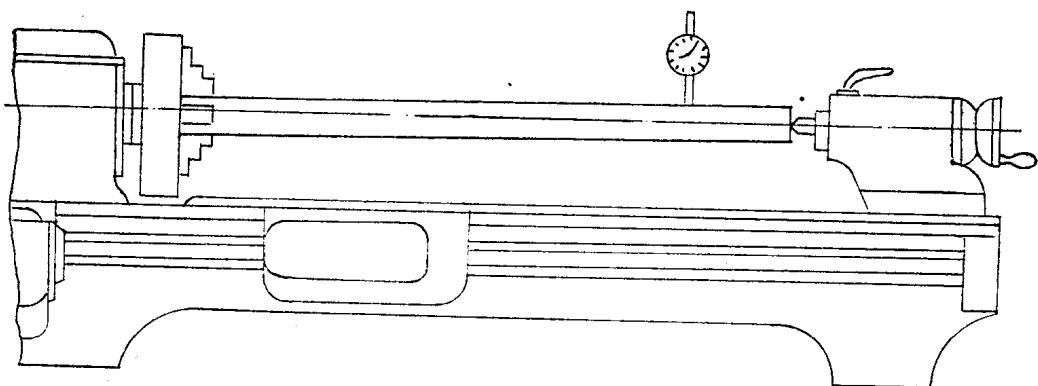

图 4
1. 使主轴中心线与导轨平行，需调整尾座。检查方法：以C620车床为例，可采用Φ50×1000毫米试验棒（长度视车床长度而定）顶在两中心上（如图4），用百分表装在拖板上指向试验棒的上部，摇动拖板检查试棒两端的误差。根据误差尺寸用厚度约0.04毫米的一般办公纸垫起尾座与床身导轨的接触面端部，垫的位置与厚度按误差的位置与尺寸而定。如果靠顶尖部分低可垫尾座的前部，靠车头部分低垫尾座后部。（大-小=纸垫厚度）。